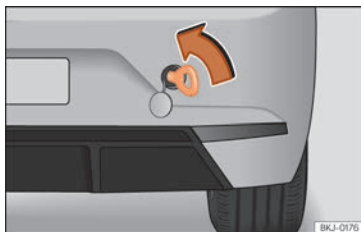

Abb. 48 Stoßfänger hinten rechts: eingeschraubte Abschleppöse.
- Drehen Sie die Abschleppöse **entgegen dem Uhrzeigersinn** in die Aufnahme bis zum Anschlag »» **Abb. 48** »» ⓘ. Verwenden Sie ein geeignetes Hilfsmittel, um die Abschleppöse festzuziehen.